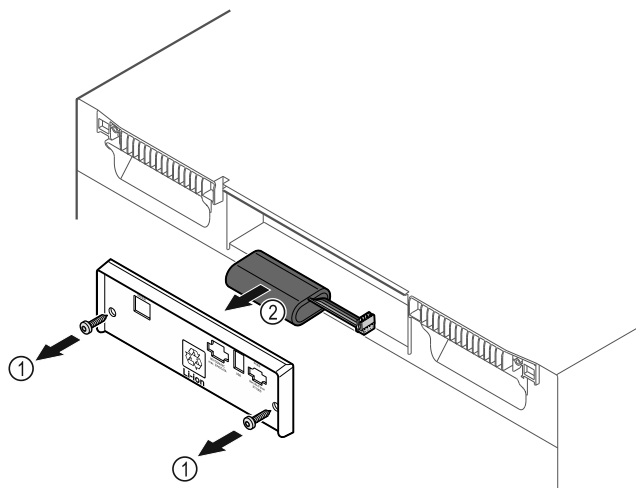

Fig. 202
- ▶ Schroeven eruit draaien en het afdekplaatje aan de achterkant van het apparaat verwijderen Fig. 202 (1).
- ▶ Batterij ontkoppelen en verwijderen Fig. 202 (2).